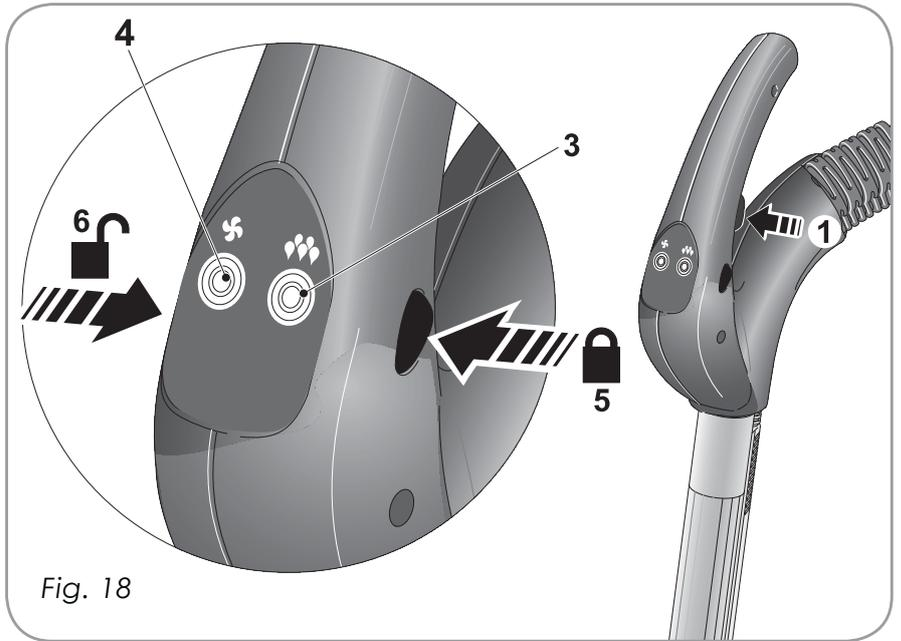
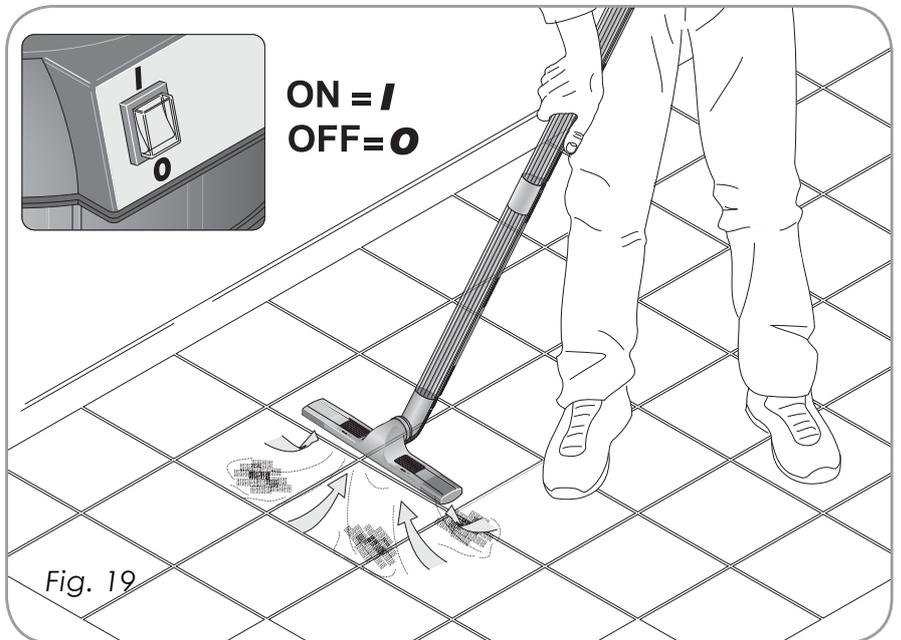

Fig. 18
Fig. 19
Apriete el gatillo pos.1 Fig.18 para dispensar vapor hasta que termine.
Presionando el gatillo 1 y el botón 3 (Fig.18) se dispensa vapor y detergente, al soltar el botón 3 se detendrá la salida de detergente. El uso del gatillo (1) puede inhibirse mediante el seguro situado del lado del asa. Presionando el seguro en el lado izquierdo del asa se bloquea el gatillo (5), presionándolo en el lado opuesto se desbloquea (6).
La aspiradora también puede funcionar en modalidad de "solo aspiración" simplemente como aspiradora. Se debe actuar sobre el interruptor principal situado en el panel de aspiración **colocándolo en ENCENDIDO** (Fig. 19). Es posible arrancar el motor pulsando el botón (4) de la cerradura del asa (Fig. 18). Para esta función, no es necesario ejercer presión sobre el generador.
Durante la fase normal de salida de vapor/limpieza, es posible aspirar al mismo tiempo (Fig. 18) pulsando el botón 4.